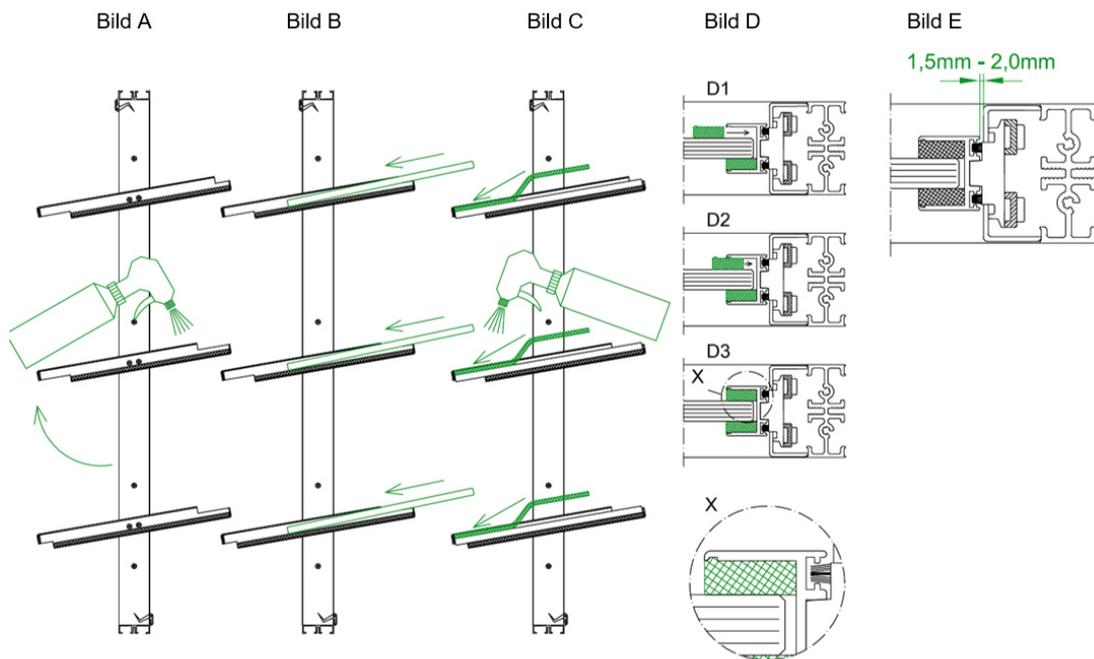

Abb. 26 Einblasen der Lamellenfenster S 9
- Lamellenfenster öffnen (Abb. 26, Bild A) Achtung: Elektroantrieb LAH 65 und LAH 65K nur nach vorheriger Rücksprache mit der HAHN Lamellenfenster GmbH abnehmen!
- Werksseitig montiertes Blockprofil mit Glasreiniger einsprühen (Abb. 26, Bild A)
- Glasscheiben in die Glashalterprofile einschieben und zwischen den Glashalterprofilen vermitteln (Abb. 26, Bild B)
- Lose mitgelieferte Silikon-Blockprofile mit Glasreiniger einsprühen und in die offene Fuge am Glashalterprofil einrücken (Abb. 26, Bild C)
- Das Blockprofil so weit eindrücken bis die Nase einrastet (Abb. 26, Bild D 1 bis 3, Detail X)